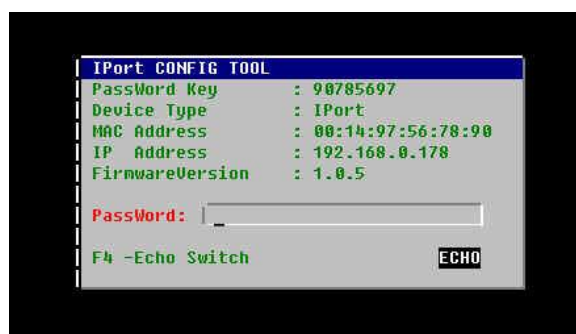

图 6.7 菜单配置方式登录界面
正确连接后出现如图 6.7 所示界面，在该界面中，用户可以获知 Password Key①、设备类型、MAC 地址、IP、固件版本等信息，在【Password】中输入 IPort-2 模块的配置密码（出厂设置为“88888”）即可通过菜单方式配置 IPort-2 模块。